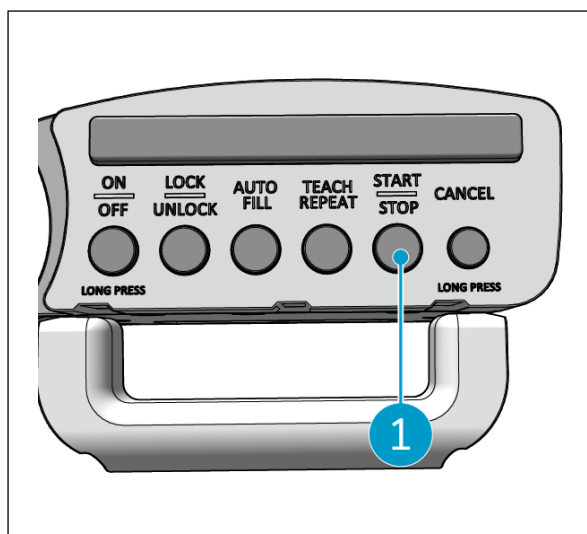

Figura 41
5. Pulse el botón Inicio (Figura 41, pos. 1) en el controlador de la empuñadura para continuar la limpieza durante otras sesiones.